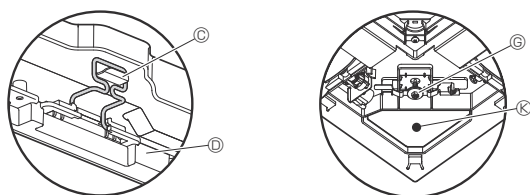

Fig. 9-7
- Nadat de schroeven zijn aangedraaid, controleert u of de twee grillhaken (Fig. 9-7) zijn bevestigd aan de haken op de hoofdunit.